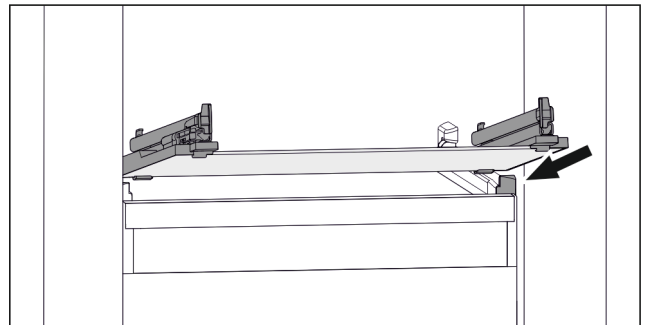

Fig. 113 Beispielhafte Darstellung der Glasplatte
- ▶ Glasplatte schräg hinter den Stoppern aufsetzen. (zie Fig. 113)